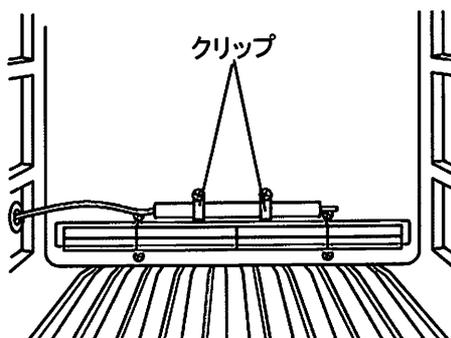

図4
4. 保冷库に付属のクリップ(大)を用いて記録計の感温部を保冷库内奥側の取付孔に固定します。(図4)